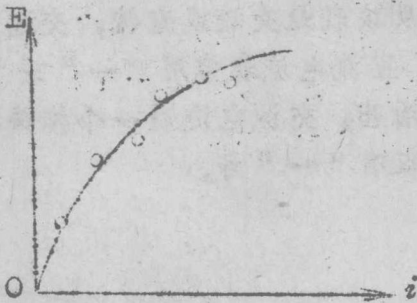
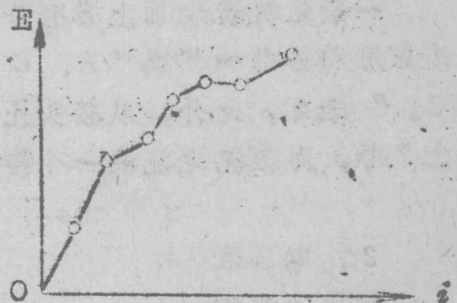

图 0-1
图 0-2
(1) 报告内容的前一部分为预习报告。后一部分是经过分析整理后的数据曲线，计算结果和实验结论。並列出被试电机及使用设备仪表的型号、数量、规格（包括额定容量、电压、电流、转速等。）。
(2) 报告内容要精简扼要，字迹图表要整齐清楚。数据如果是计算所得，必须列出所用公式，並以一组数据为例进行计算，其他可直接列入表中。
(3) 绘曲线时要求用一方格纸画，尺寸不得小于 8×8 厘米²，把所得数据标出並用曲线板连成一条平滑曲线。（如图 0-1），而不要画成折线（如图 0-2）。对不同电机相同性质的曲线或同一电机的几条曲线可画在同一方格纸上以便比较，但要注意各条曲线名称，座标的单位和标尺。